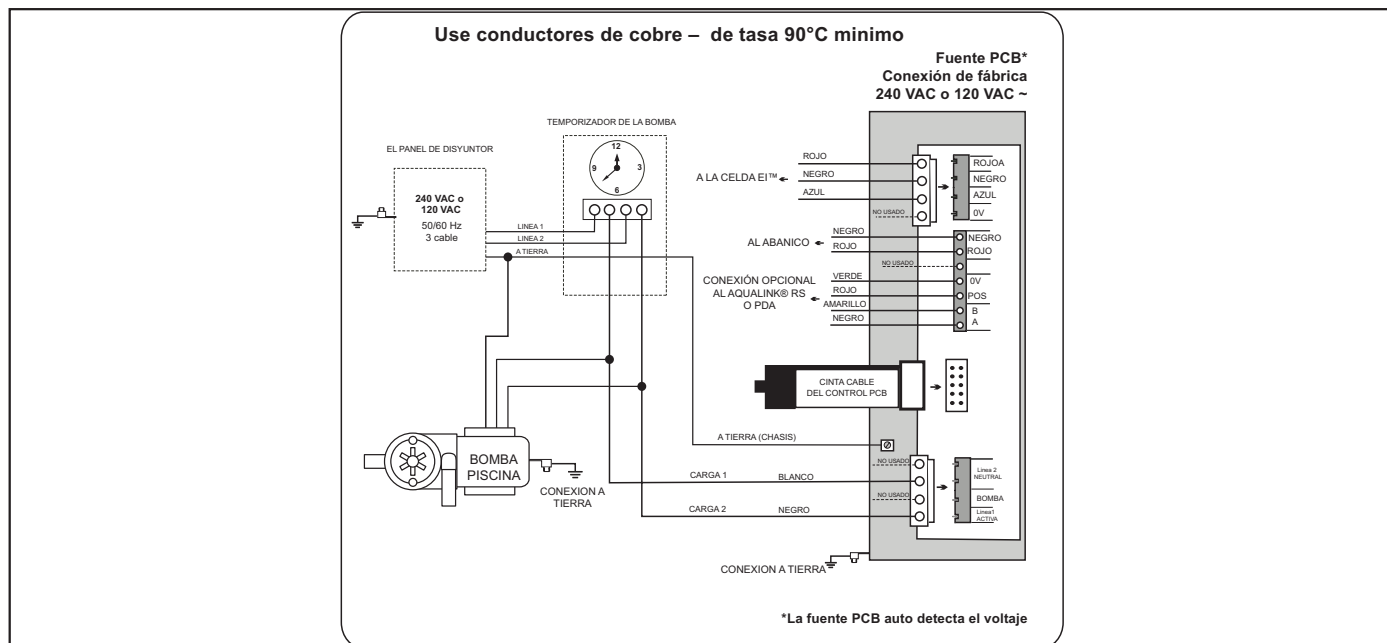

Figura 18. Diagrama de alambrado de 240 VAC o 120 VAC
1. Conecte la fuente de energía a la energía electrica de la bomba de la piscina utilizando un cable 3,0 mm2 (AWG # 12) con aislamiento de conducto. La fuente de energía debe estar conectado al interruptor del motor de la bomba o el temporizador automático (temporizador de la bomba de la piscina) como se muestra en la Figura 18.